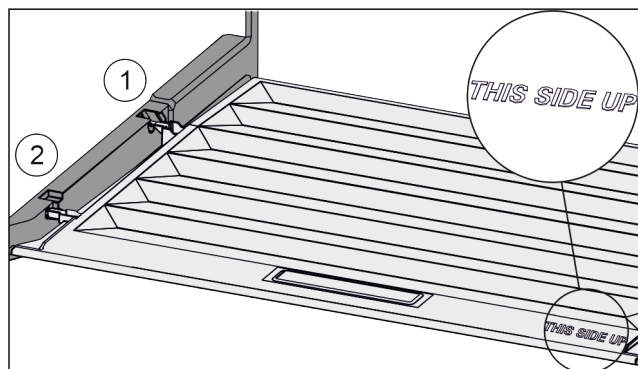

Fig. 72
- ▶ Introduire les rainures du couvercle par l'orifice du support arrière Fig. 72 (1) et les enclencher à l'avant dans le support Fig. 72 (2).